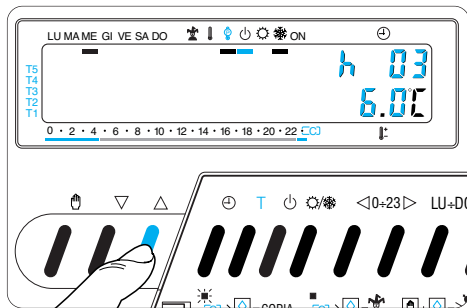

Fig. 61
16.3 - Premere il pulsante  o  sino a raggiungere il numero di ore desiderato da 1 a 99 (fig. 61). Nel conteggio delle ore è compresa anche quella in cui viene effettuata la programmazione (quindi il residuo dell'ora in cui si effettua l'operazione viene conteggiato come 1 ora). Al termine del conteggio l'apparecchio si riporterà in funzionamento AUTOMATICO.